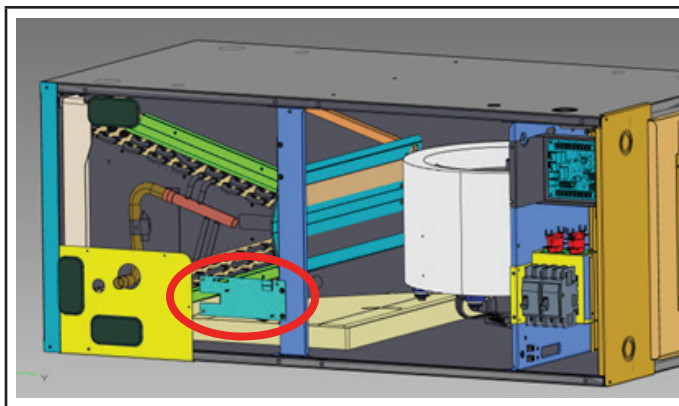

FIGURE 8
- 3 - Les panneaux du ventilo-convecteur étant retirés, installez le support du capteur sur l'unité en alignant les trous du support central comme illustré sur la figure 8. Remarque : le capteur doit être orienté vers l'intérieur de l'unité.